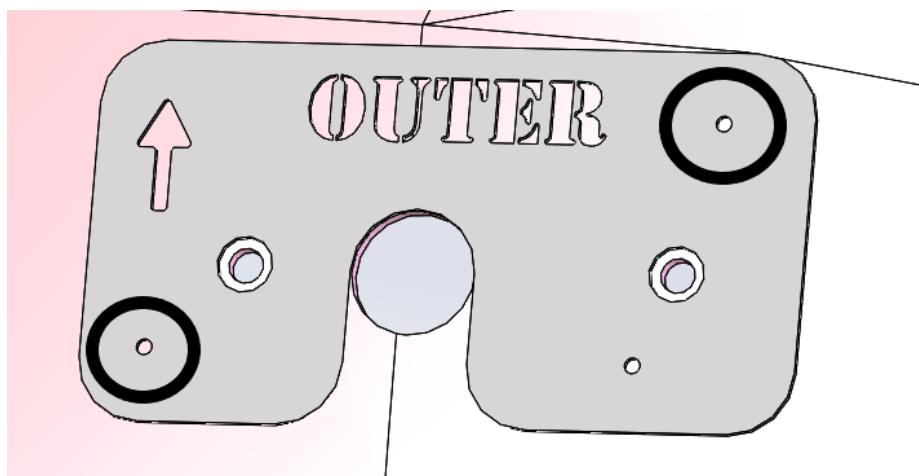

Figura 3: Agujeros a perforar a 17/32" (Circulados)
- Quite las plantillas y perfore los agujeros guías al tamaño adecuado. Los dos agujeros circulados abajo en la Figura 3 se perforarán a un tamaño final de 17/32" (0.531") y el agujero restante se perforará a un tamaño final de 25/64" (0.391").